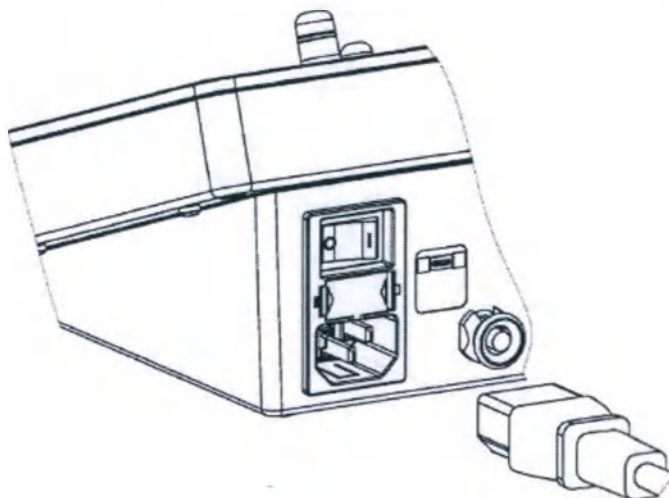

Рис. 4
2. Подключить сетевой шнур к сетевому разъему базового блока аппарата (рисунок 4).